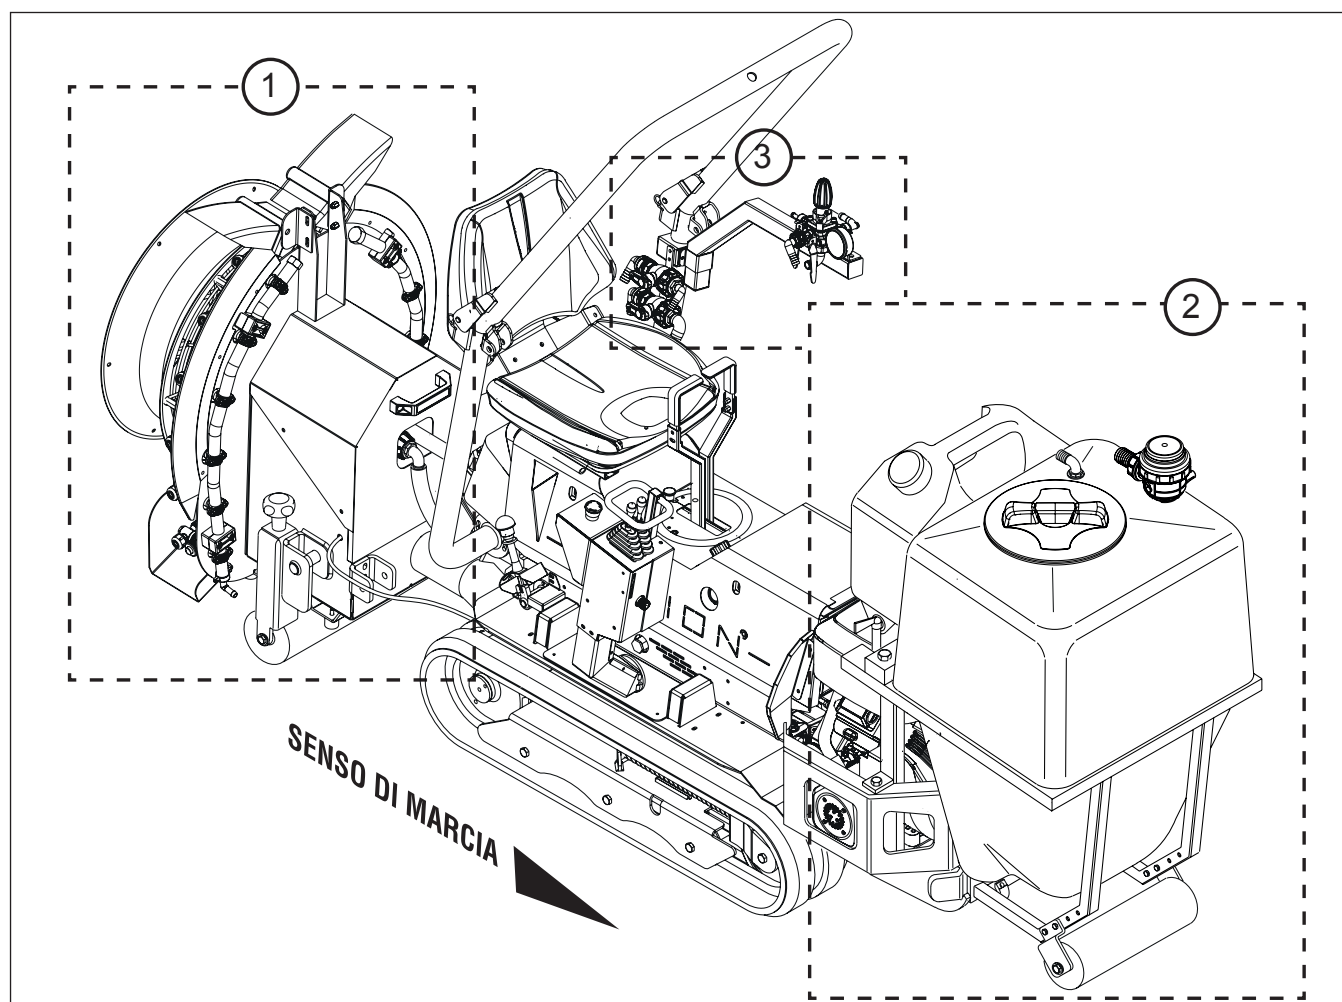
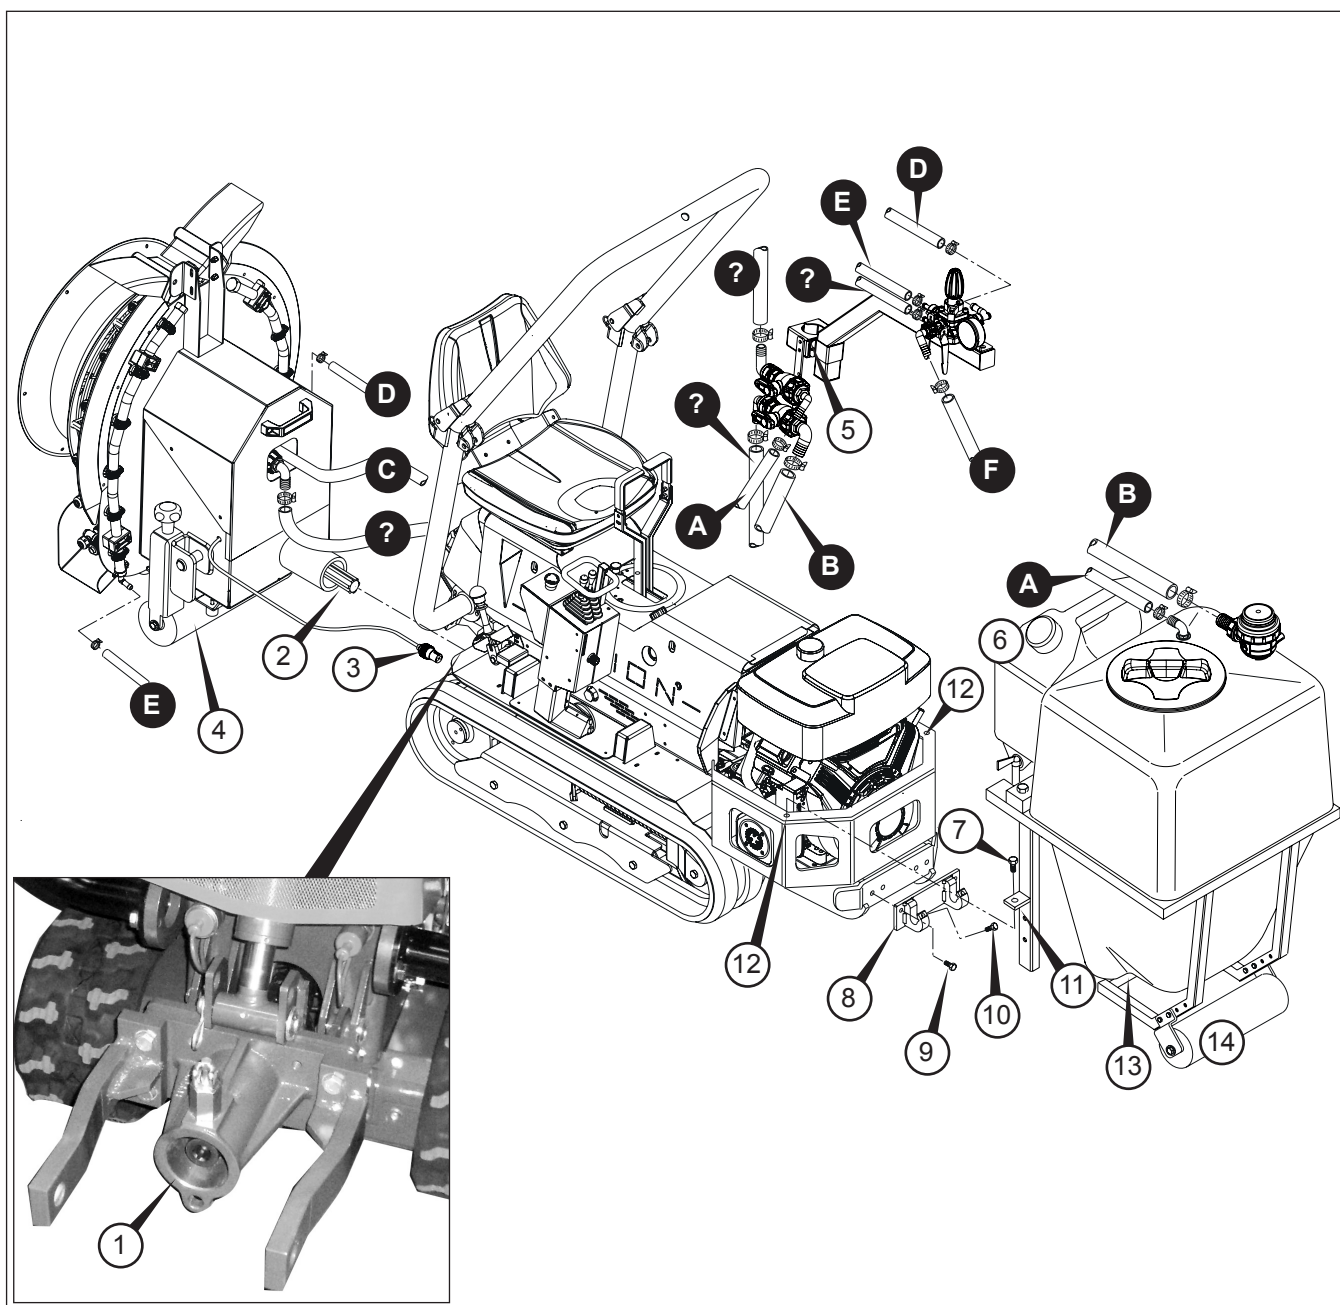
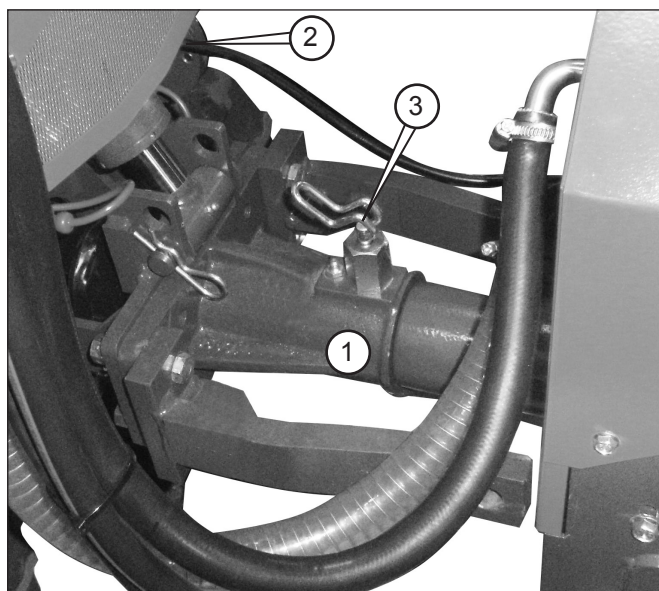

Fig. 17 - Gruppi che compongono l'atomizzatore
Fig. 18 - Assemblaggio atomizzatore
Fig. 19 - Attacco presa di forza
I gruppi che compongono il Gruppo Atomizzatore si possono identificare in (Fig. 17):
La Ditta «FORT» spedisce i vari gruppi descritti imballati e già assemblati (vedere Fig. 17):
Descrizione Fig. 18:
6.2.1 MONTAGGIO GRUPPO VENTOLA (1 FIG. 17)
- 1) Aiutandosi con un paranco, imbragare in sicurezza il gruppo ventola (1 Fig. 17) e posizionarlo in modo che l'attacco alla presa di forza (1 Fig. 18) risulti in corrispondenza del perno scanalato (2 Fig. 18).
- 3) Ruotare la levetta dello spinotto a scatto (3 Fig. 19) in modo che manicotto e attacco PDF risultino un corpo unico. Questo sta a significare che l'aggancio è corretto.
Il rullo stabilizzatore (4 Fig. 18) deve risultare ben appoggiato a terra.
- 5) Inserire la spina da 12 Volt (3 Fig. 18) alla presa posta sul trattore (2 Fig. 19).
6.2.2 MONTAGGIO GRUPPO SERBATOIO (2 FIG. 17)
- 1) Installare la staffa anteriore di sostegno serbatoio (8 Fig. 18) e fissarla saldamente tramite chiave da 17 mm, con le viti (9 Fig. 18).
- 2) Aiutandosi con un paranco, imbragare in sicurezza il gruppo serbatoio (2 Fig. 17) e tenendolo sollevato farlo scendere in modo che le due staffe di sostegno serbatoio (11 Fig. 18) vadano a combaciare con i due fori di centraggio (12 Fig. 18).
- Nel contempo fare attenzione che il tubo di aggancio serbatoio (13 Fig. 18) vada a infilarsi nei due ganci della staffa frontale di sostegno (8 Fig. 18).
- 3) Inserire le viti di bloccaggio serbatoio (10 Fig. 18) e dopo essersi accertati del corretto inserimento del gruppo serbatoio nelle staffe, serrare in posizione tramite chiave da 17 le viti (10 Fig. 18).
- 5) Inserire il rullo stabilizzatore (14 Fig. 18) fissandolo con le relative viti, sui fori predisposti allo scopo in modo che risulti a circa 10-15 cm da terra.
6.2.3 MONTAGGIO GRUPPO COMANDO (3 FIG. 17)
6.2.4 TUBAZIONI (FIG. 18)